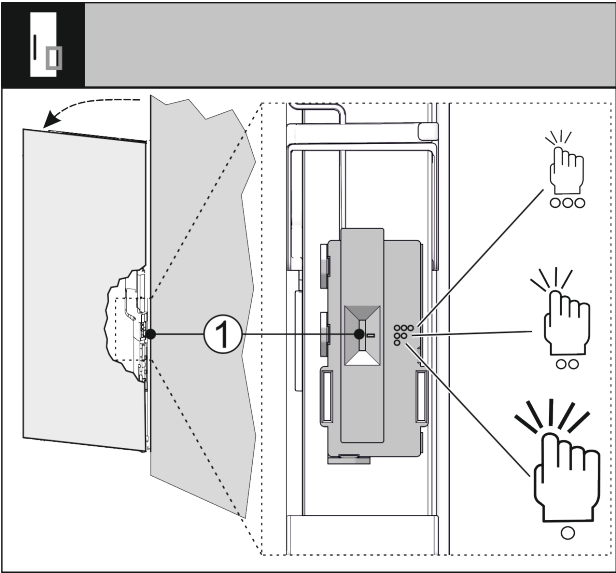

Fig. 92
Si può regolare la sensibilità del sensore di battito in testa mediante un interruttore Fig. 92 (1). L'interruttore è, lato cerniera, sulla terza sezione inferiore della porta.
- Spostare l'interruttore Fig. 92 (1) nella posizione dell'interruttore desiderata.